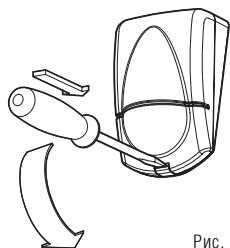

Рис. 4
- снять крышку извещателя (рис.4) и извлечь печатную плату;